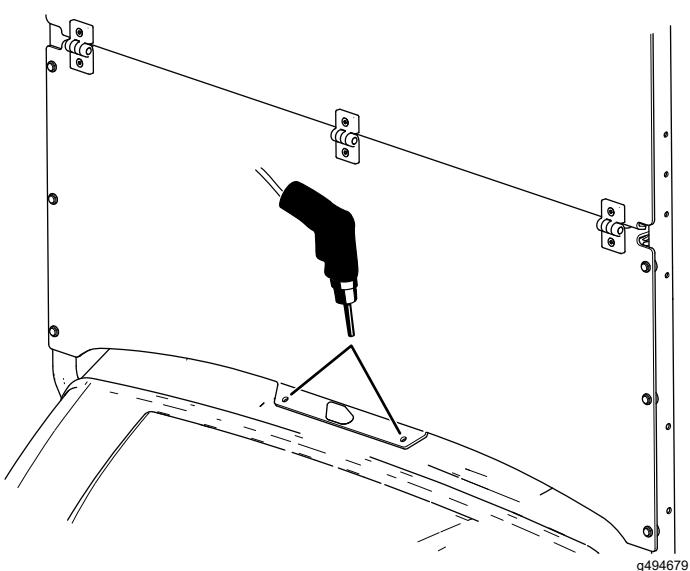

図 4
4. ウインドシールドを型紙として使って、ダッシュ部に穴8 mmを2つ開ける図 4。